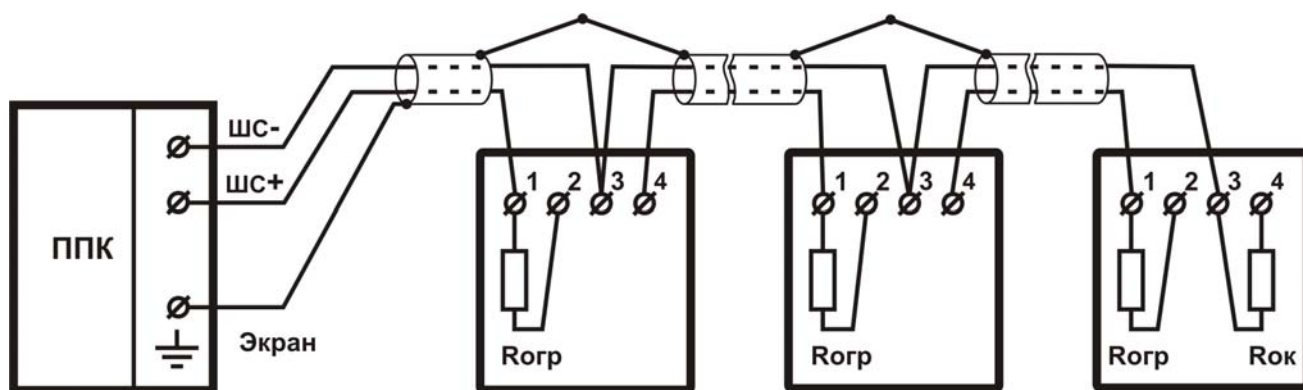
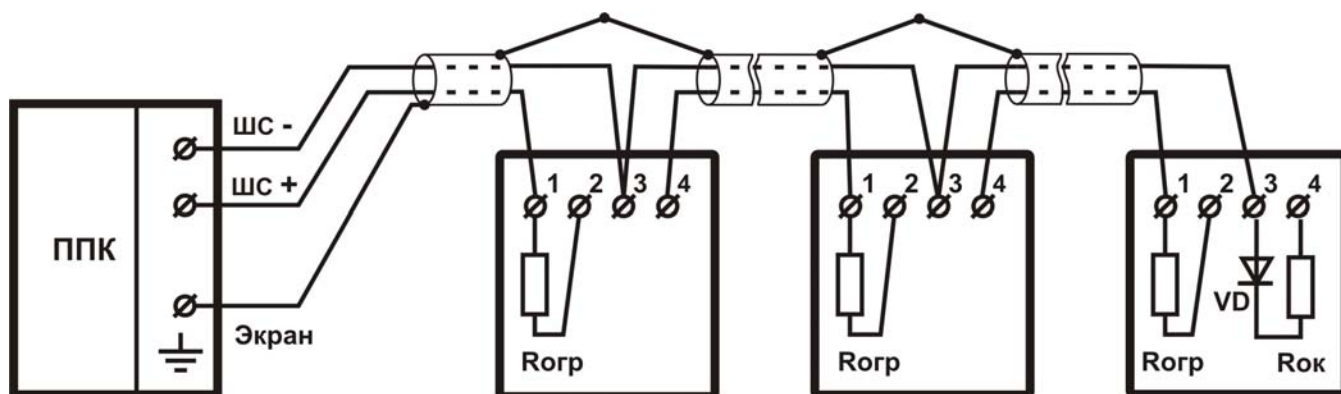

Рис. 3
Рис. 4
6.6 Подключить ШПС к извещателю согласно рис. 3 или рис. 4 и затянуть винты. К одному винтовому соединению можно подключать до двух проводов с сечением от 0,2 до 0,5 мм². Проверить надежность соединения. Закрыть крышку извещателя, совместив метки на основании и на крышке. Провернуть крышку относительно основания по ходу часовой стрелки до упора.